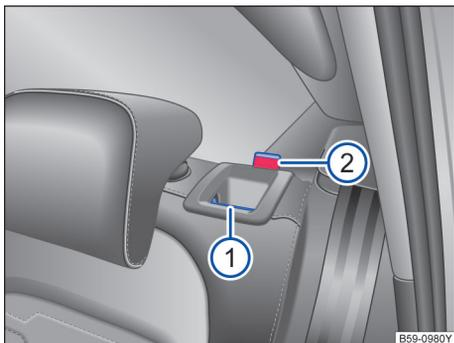

图 75 后排座椅靠背：分离按钮 ①；红色标记 ②
- 向前拉分离按钮 → 图 75 ①，同时前折靠背。
- 松开后排座椅靠背后应能看见按钮上的红色标记 ②。